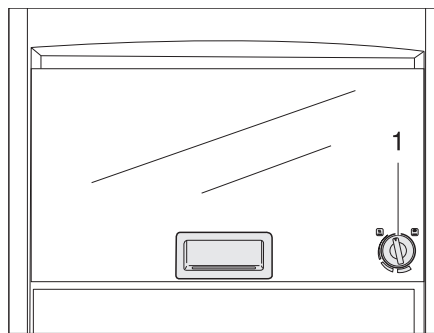

Fig. 344 Horno de gas (Dometic)
- Presionar el regulador giratorio (Fig. 344,1) ligeramente y girarlo hacia la izquierda a una posición cualquiera.
- Girar el regulador giratorio (Fig. 344,1) a "O". La llama se apaga.